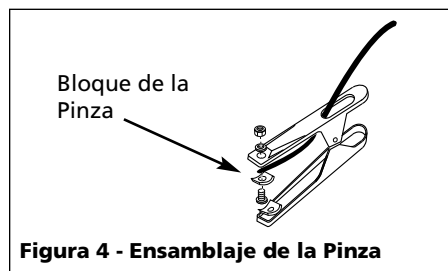

Figura 4 - Ensamblaje de la Pinza
2. Introduzca el cordón a través del mango de la pinza y deslice el extremo pelado (sin forro) dentro de la pinza. Apriete la tuerca hex y cerciórese de que el alambre esté asegurado (Figura 4).